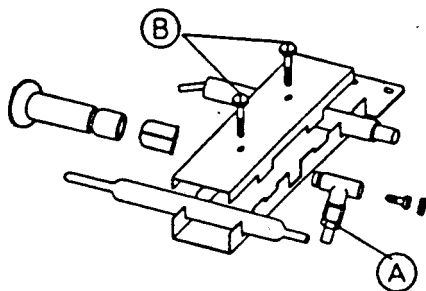

Fig. 9
- a) Dévisser les vis (B) d'union du thermocouple de l'ensemble du brûleur d'allumage (Fig. 9).
- a) Desserrer le raccord union (A) du tuyau du brûleur d'allumage (Fig. 9).
- b) Dévisser les vis d'union (B) du thermocouple et de la bougie de l'ensemble du brûleur d'allumage.